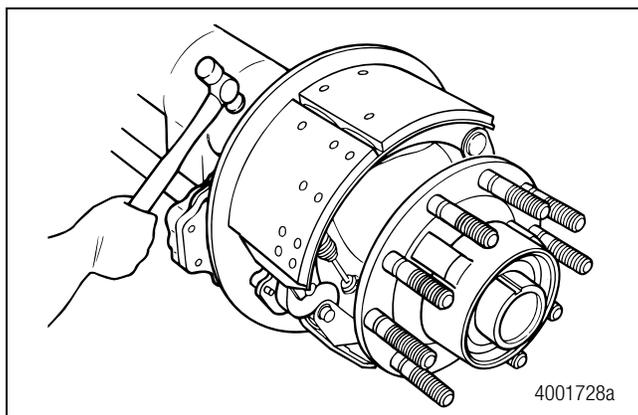

Figura 3.17
- A. Golpetee ligeramente sobre la parte áspera del eje con un martillo mientras jala la maza hacia fuera de la espiga. El golpeteo puede aflojar el conjunto de la maza para retirar ésta más fácilmente. Figura 3.17.